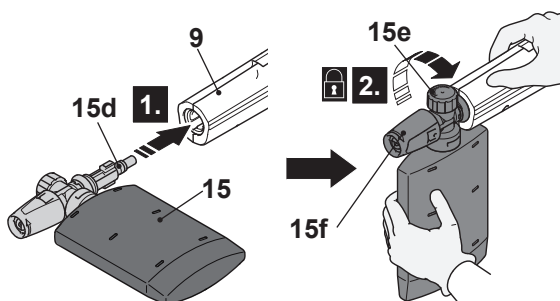

Fig. 15
2. Alinhe e insira as linguetas (15d) do tanque de sabão (15) com as ranhuras de a porta de conexão da pistola para pintura (9) (Fig. 15, passo 1).